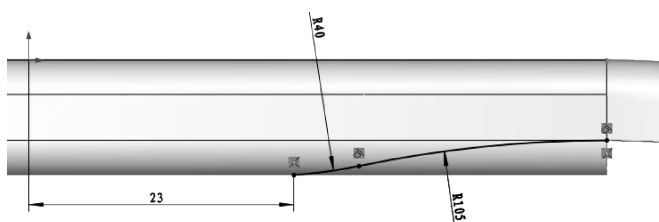

图 4-108 绘制草图 5
- 22 在上视基准面绘制如图 4-108 所示的草图 5。